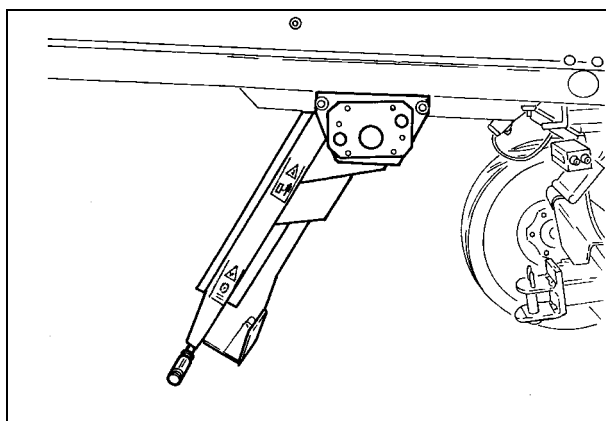

Рис. 31
- Заднее положение (Рис. 31), для проверки сит